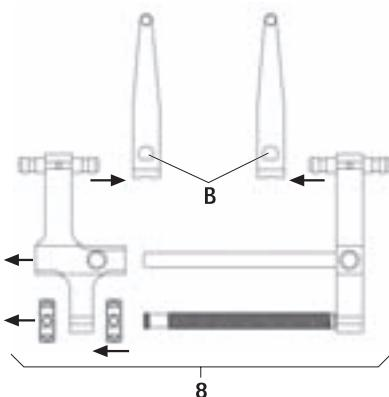

Fig. 4
- ▶ Smontare il distrattore 8 con valvole da distrazione, vedere Fig. 4: Azionare il pulsante B e rimuovere la valva da distrazione FW239R.